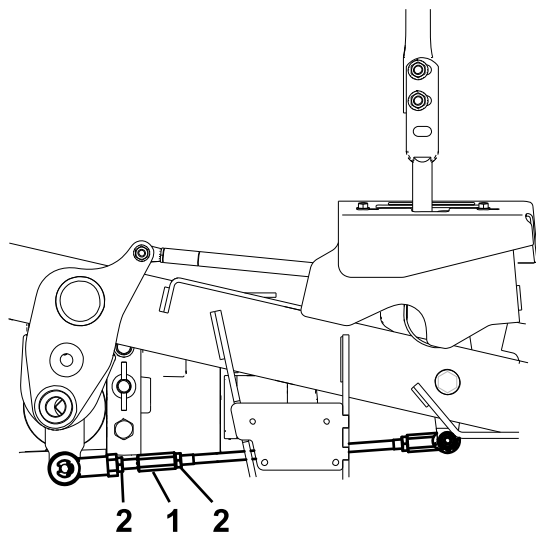

**Figure 59**
10. Réglez la longueur des tiges de pompes en tournant les doubles écrous dans le sens voulu jusqu'à ce que les roues tournent légèrement en marche arrière (Figure 59).